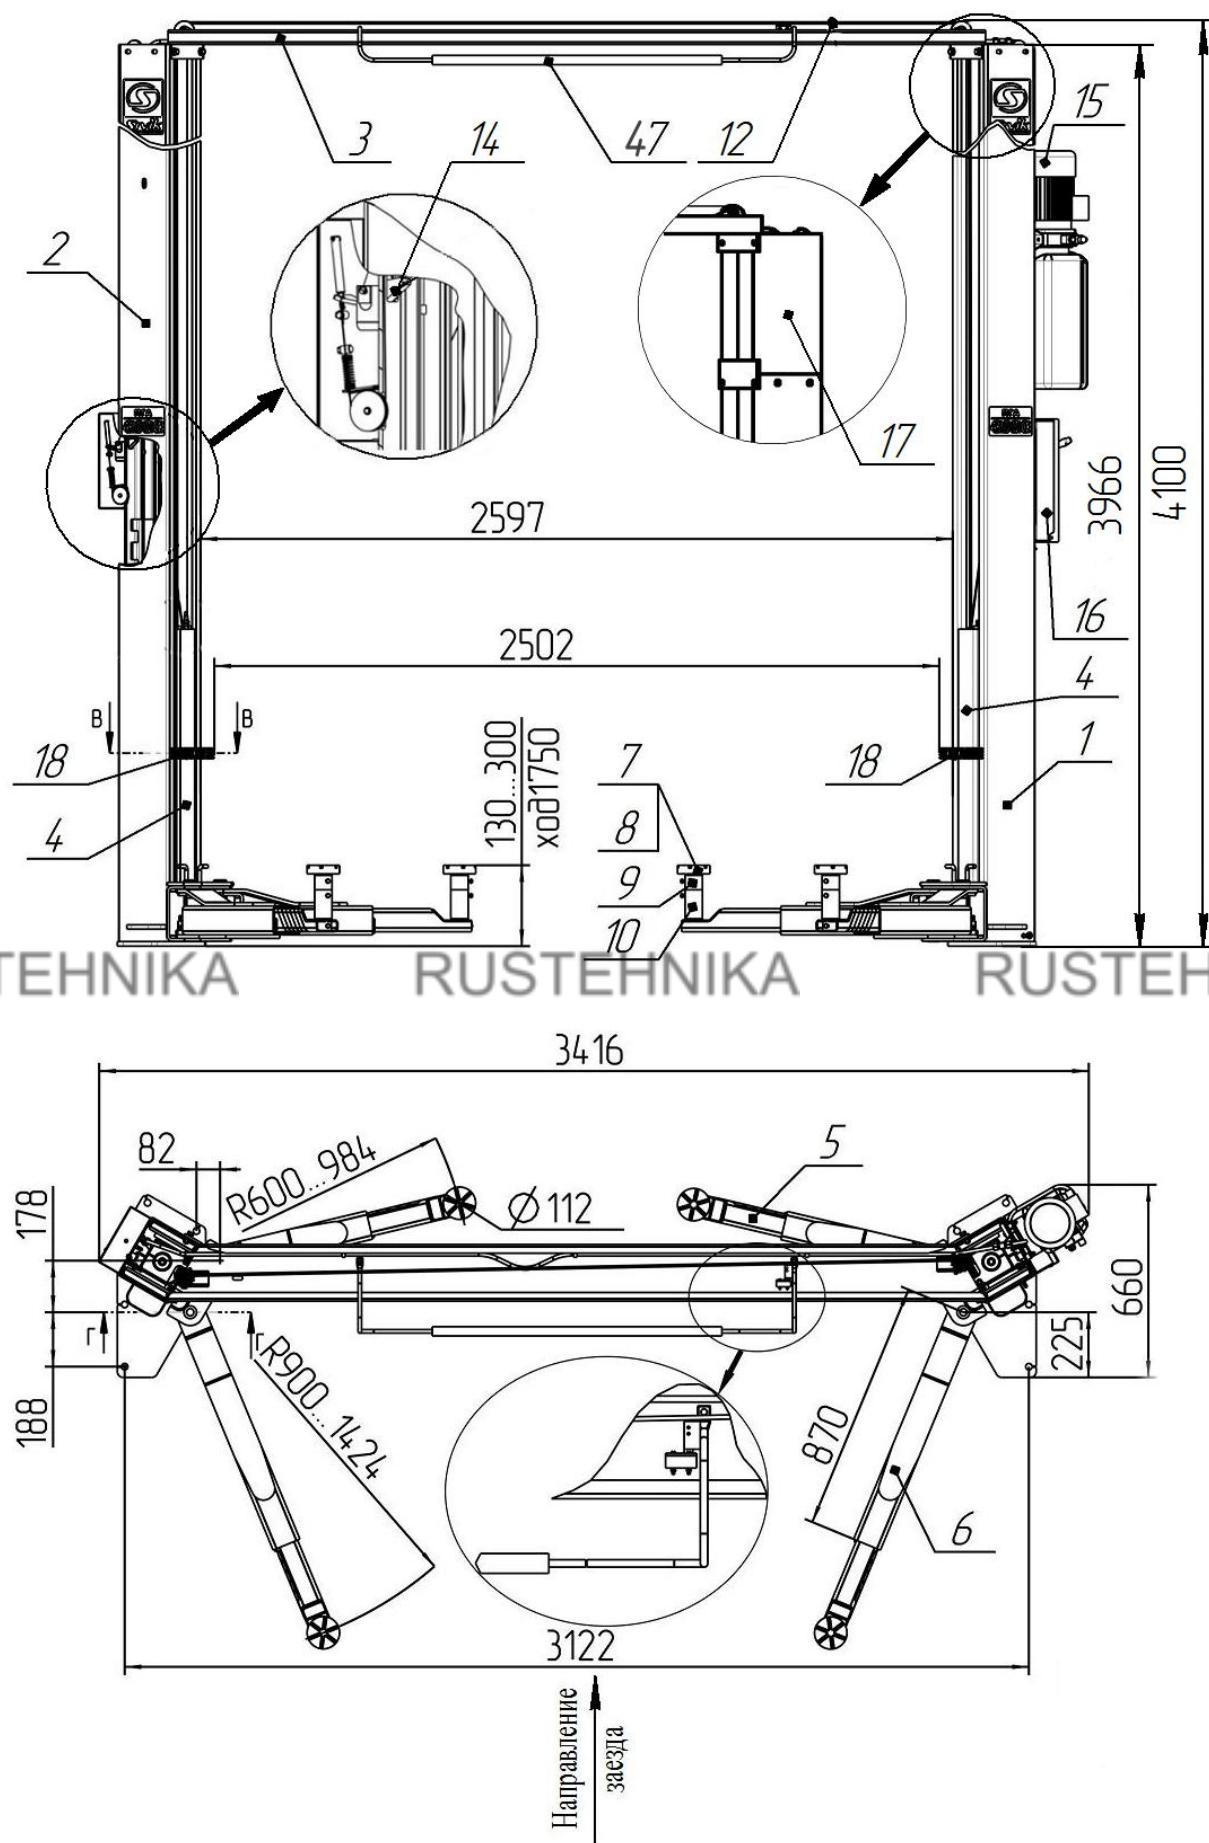
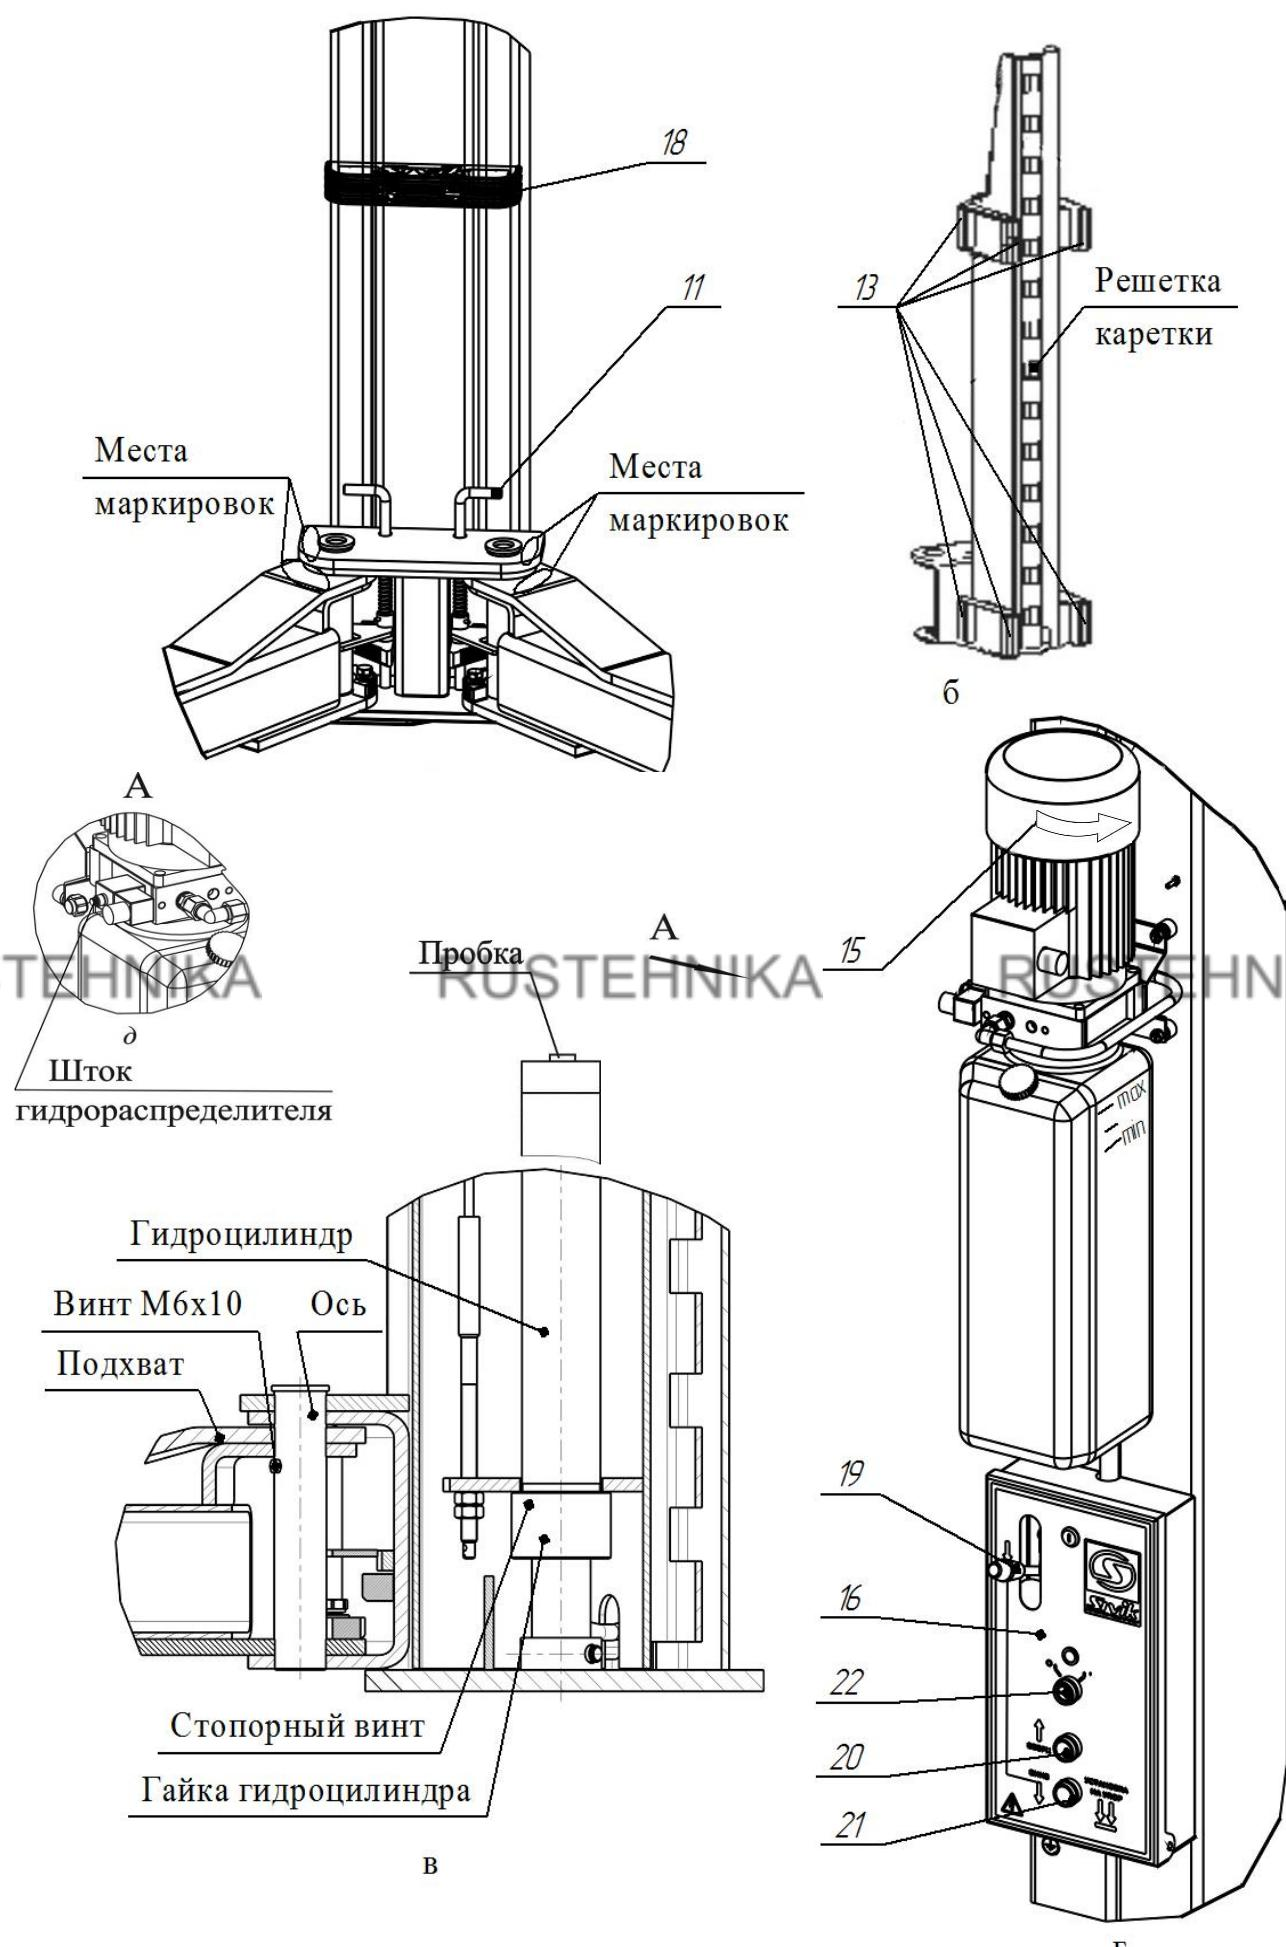

Рисунок 3.1 - Общий вид подъемника
Рисунок 4.1 – Виды подъемника
Подъемник (рисунок 3.1) состоит из двух стоек коробчатого сечения - правой 1 и левой 2 с надставками 17 на каждой, соединенных между собой перекладиной 3. В стойках размещены каретки 4 с закрепленными на них поворотными телескопическими подхватами 5 и 6 разной длины. На концах подхватов 5, 6 установлены опоры 7, втулки резьбовые 8, втулки 9, 10, фиксируемые болтом M8x16. Подхваты фиксируются стопорными устройствами 11 (рисунок 4.1 а), автоматически срабатывающими при подъеме автомобиля. При опускании кареток 4 в крайнее нижнее положение происходит автоматическое расстопорение подхватов 5 и 6. Каретки 4 приводятся в движение гидравлическими цилиндрами, установленными внутри стоек. Подъемник снабжен системой 12 тросовой синхронизации движения кареток 4.
Каждая каретка 4 (рисунок 4.1 б) снабжена полиамидными ползунами 13, скользящими по беговым дорожкам стоек 1 и 2. Каретки фиксируются на требуемой высоте стопорами-защелками 14 (рисунок 3.1), закрепленными на стойках 1,2 и входящими в зацепление с решетками на каретках 4.
На правой стойке (рисунок 4.1 г) размещена насосная станция 15 с пультом управления 16. Внутри насосной станции 15 находится клапан предохранительный, предотвращающий перегрузку в гидросистеме. Клапан предохранительный настроен на заданное давление и опломбирован.
- касании автомобилем ограничительной дуги 47 перекладины 3 (рисунок 3.1);
Для предотвращения повреждения дверей автомобиля (при открывании) на каретки 4 установлены накладки 18, фиксируемые винтами M8x30, шайбами 8Г и шайбами 8 (рисунок 3.1 и рисунок 4.1 а).
Управление подъемником осуществляется рычагом 19 (рисунок 4.1 г) и двумя кнопками 20 и 21, установленными в пульте управления 16. Рычагом 19 осуществляется расстопорение кареток 4, а кнопками 20 и 21, подъем (кнопка 20) и опускание (кнопка 21) кареток 4.
ВНИМАНИЕ! Перед сборкой проверить затяжку гаек гидроцилиндров и стопорных винтов (рисунок 4.1 в).
Для того чтобы проверить срабатывание упругой тяги 31, необходимо одному человеку прижать рукой защелку 14 к стойке 2, а другому повернуть рычаг 19 (рисунок 4.1 г) вниз. Упругая тяга 31 должна вытянуться на полный ход штока 30.
При повороте рычага 19 вниз (рисунок 4.1 г), защелка на левой стойке должна отвестись, так же как отвела защелка на правой стойке. При повороте рычага 19 вверх (рычаг 19 должен удерживаться в верхнем положении пружиной), защелки на левой и правой стойке должны вернуться в исходное положение. Регулировка проводится выборкой слабины тросика 23 и обжатием петли от вытягивания зажимом 29.
6.9 Открутить пробку бака насосной станции 15 и залить масло (около 12 л) до верхней метки «MAX» (рисунок 4.1 г). Уровень масла контролировать визуально. Установить пробку бака на место.
- кратковременным нажатием на кнопку 20 (двигатель должен работать, вращение крыльчатки по стрелке на кожухе эл. двигателя, а из бака должно убывать масло, рисунок 4.1 г).
- отвернуть пробки у каждого гидроцилиндра на один оборот (рисунок 4.1в)
6.13 Подхваты 5, 6 установить согласно маркировки как представлена на рисунке 4.1а и зафиксировать осями к кареткам 4 стоек (рисунок 4.1 в). Оси фиксировать винтами M6x10. Допускается разновысотность подхватов до 10 мм. Убедитесь, что подхваты фиксируются стопорными устройствами 11.